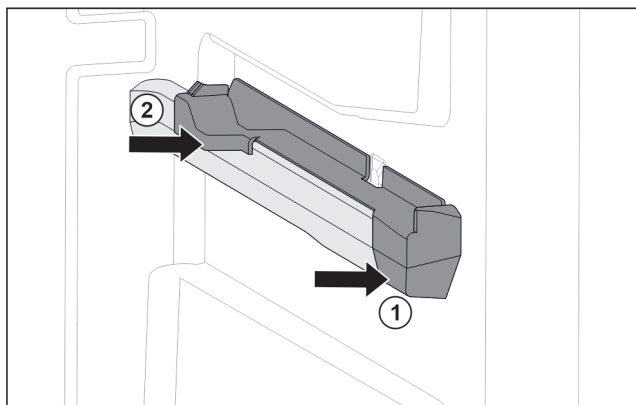

Fig. 72 Násuvný diel na pravom rebre nádoby
- ▶ Nasad'te násuvný diel vpredu na rebro nádoby. Fig. 72 (1)
- ▶ Pritlačte násuvný diel vzadu. Fig. 72 (2)